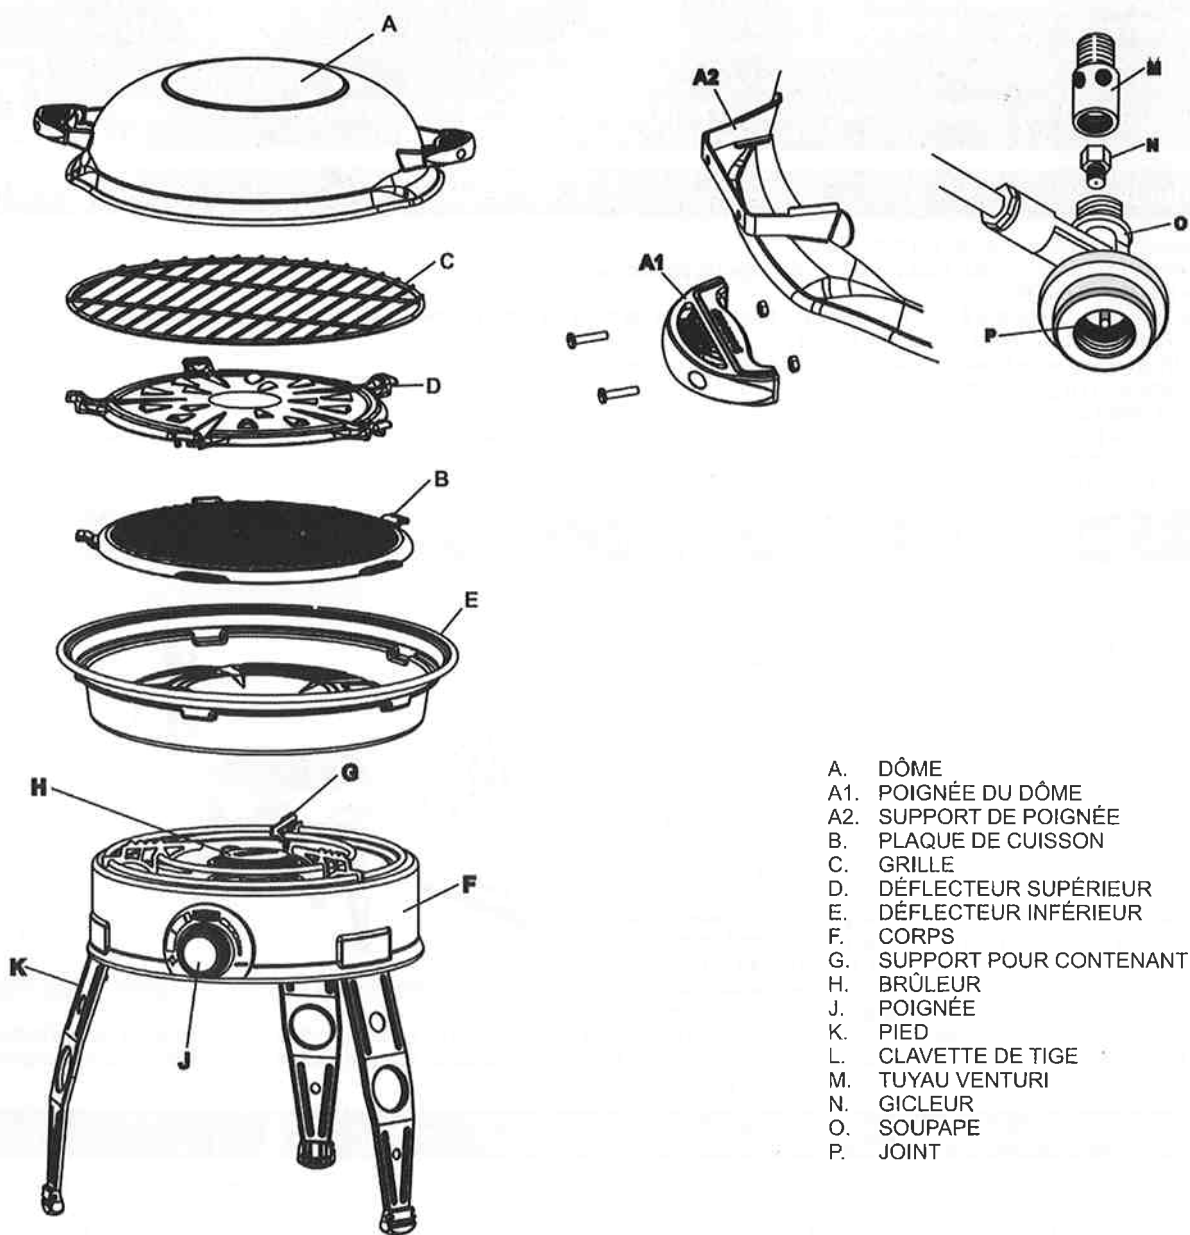
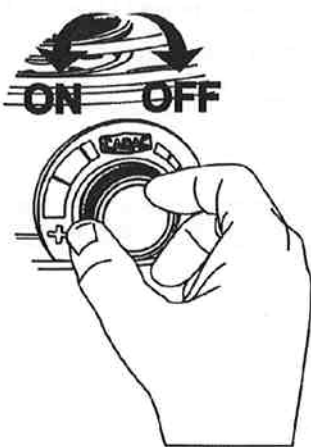

Fig. 1
Fig. 2
- Vérifier que le joint (P) soit bien en place et en bon état avant le branchement sur la bouteille de gaz (voir figure 1).
- S'assurer que l'on utilise l'appareil à bonne distance de matériaux inflammables. Les distances sécuritaires minimales sont : 1,2 m au-dessus de l'appareil; 600 mm sur les côtés et à l'arrière (voir figure 1).
- S'assurer que la bouteille de gaz (S) soit ajustée ou remplacée dans un endroit bien aéré, de préférence à l'extérieur, loin de toutes personnes, sources d'allumage telles flammes nues, veilleuses, feux électriques.
- Ajuster les poignées (A1) au couvercle / wok (A) en poussant les poignées au - dessus des crochets des poignées (A2) et les serrer en utilisant les vis et les écrous qui ont été fournis. (Voir schéma 1)
- Pour ouvrir les tiges, tourner l'unité à l'envers et maintenir les tiges vers le bas d'une manière contrôlée, tout en relâchant la clavette de la tige (L).
- Pour ajuster la bouteille de gaz, vérifier d'abord que la valve de l'appareil (O) est en position d'arrêt en tournant la poignée (J) dans le sens des aiguilles d'une montre jusqu'à son arrêt (Voir schéma 2).
- S'assurer que la bouteille de gaz reste droite, visser la bouteille à la valve (O) dans le sens des aiguilles d'une montre, jusqu'à ce qu'elle soit complètement insérée, la serrer seulement à la main. Si la bouteille est trop serrée, cela peut endommager sa valve.
- Pour allumer l'appareil, utiliser une allumette ou un allumeur pour barbecue, ouvrir la soupape (O) de gaz en tournant la poignée de la soupape (J) dans le sens contraire des aiguilles d'une montre et allumer le brûleur (H).
- À l'aide du bouton de contrôle, régler l'intensité de la flamme au niveau désiré. Dans le sens des aiguilles d'une montre pour augmenter la flamme; dans le sens contraire pour diminuer la flamme (voir figure 2).
- Ne pas déplacer l'appareil pendant qu'il fonctionne, car cela peut causer un flamboiement. Si cela se produit, vérifier si les trous d'aération dans le tuyau venturi (M) ne sont pas obstrués (voir figure 1). Le flamboiement peut se produire aussi si les aliments sont très gras et que le réglage de cuisson est trop élevé. Dans ce cas, réduire le niveau de chaleur en réglant le bouton de contrôle.